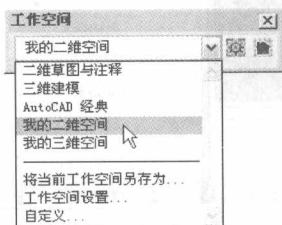
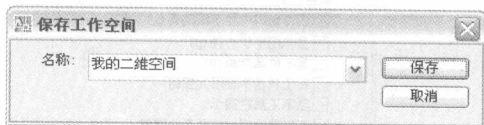

图 1-4 “工作空间”工具栏
图 1-7 “保存工作空间”对话框
(1) 选择“工具”→“工作空间”→“二维草图与注释”命令,或在“工作空间”工具栏的下拉列表框中,选择“二维草图与注释”选项,即可将工作空间切换为二维草图与注释工作空间界面。在该工作空间中,命令选项都集中在右侧的命令面板中,使用起来不太方便,需要修改为用户自己需要的工作空间。
(2) 在右侧命令面板上的任意一项上右击,调出命令面板快捷菜单,在该菜单中选择“控制台”→“二维绘图”和“图层”命令,如图 1-4 所示,取消这两个命令在命令面板中的显示。
(3) 在顶部的“工作空间”工具栏上右击,调出工具栏快捷菜单,在该菜单中选择“标准”、“绘图”、“修改”、“图层”和“特性”命令,在这 5 个命令的前面出现一个 ✓ 符号,表示这 5 个命令为使用状态,同时将这 5 个工具栏显示在工作空间界面中。
具栏的下拉列表框中,选择“将当前工作空间另存为”命令,调出“保存工作空间”对话框。在“名称”文本框中输入工作空间的名称“我的二维空间”,如图 1-7 所示。单击“保存”按钮,即可将当前设置好的工作空间保存下来,同时在“工作空间”工具栏的下拉列表框中显示出自定义的工作空间名称,如图 1-4 所示。